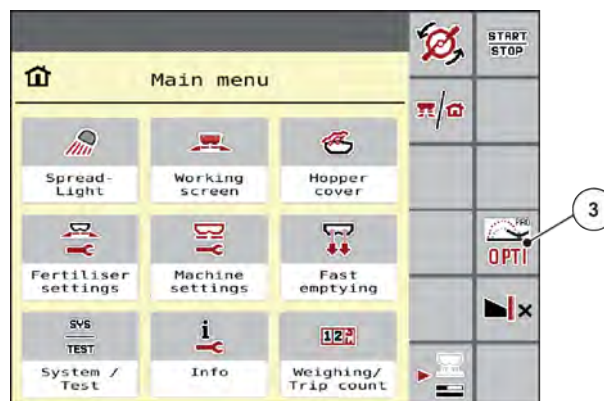

Abb. 16: OptiPoint im Hauptmenü aktiviert
- Funktionstaste „OPTI“ betätigen, um den Vorgewendemodus zu aktivieren. Oder im Hauptmenü aktivierbar siehe Abb. 16 OptiPoint im Hauptmenü aktiviert.